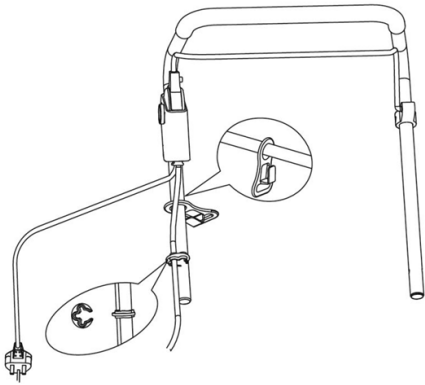

Abb.8
## 11. Ein- und Ausschalten (Abb. 8)
Die Sicherheitstaste (1) rastet in Position ein. (Abb. 8)
Neigen Sie den Griff nach unten, um die Vorderseite des Geräts leicht anzuheben und das Risiko einer Beschädigung des Rasens beim Start zu verringern. Drücken Sie die Sicherheitsverriegelungstaste (1) am Schaltkasten und ziehen Sie, während die Taste noch gedrückt ist, den Schalthebel (2) zu sich. (Abb. 8)